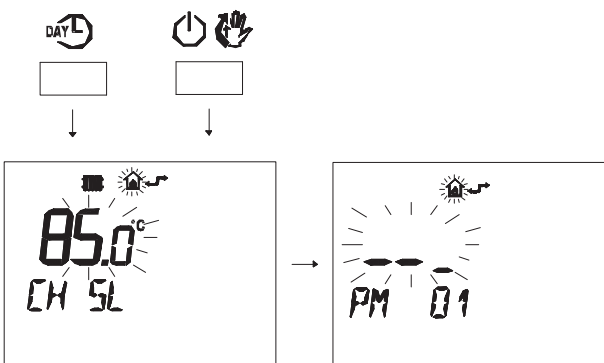

Рисунок 5.48
- Нажмите одновременно кнопки **DAY-L** и **ON/OFF**, чтобы войти в поле ввода настроек (Рисунок 5.48).